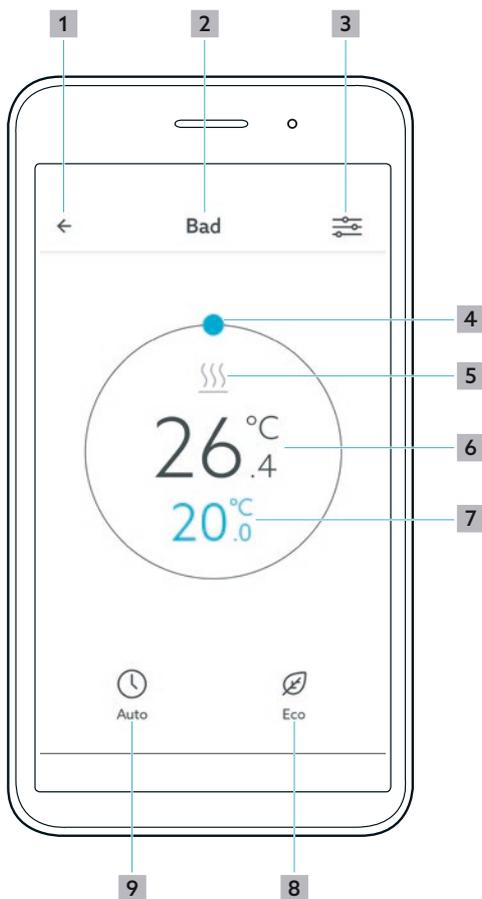

Fig. 14: Application ClimaCon F - Aperçu du thermostat d'ambiance
- 1 Sur l'écran d'aperçu du thermostat d'ambiance pour lequel vous souhaitez effectuer des paramétrages, appuyer sur la touche « Appel du menu Paramétrages » (position **3** sur la Fig. 14 en page 17).